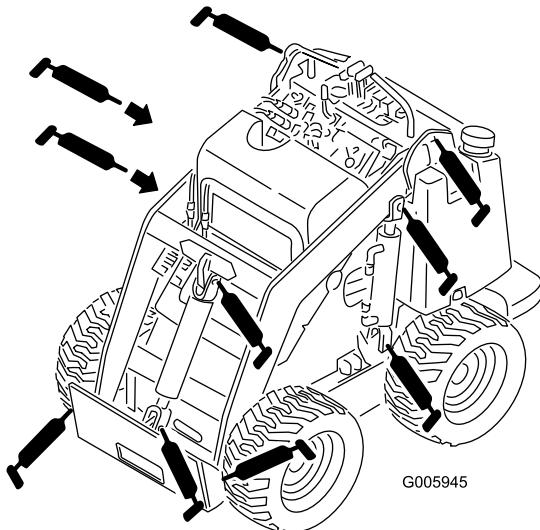
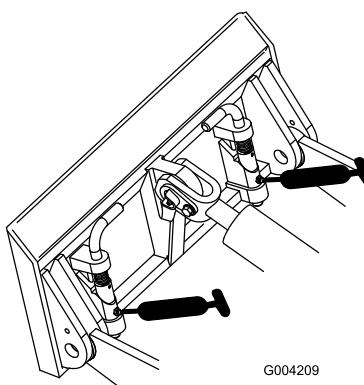

Рисунок 24
Рисунок 25
- Присоедините к каждой масленке шприц для нагнетания консистентной смазки (Рисунок 24 и Рисунок 25).